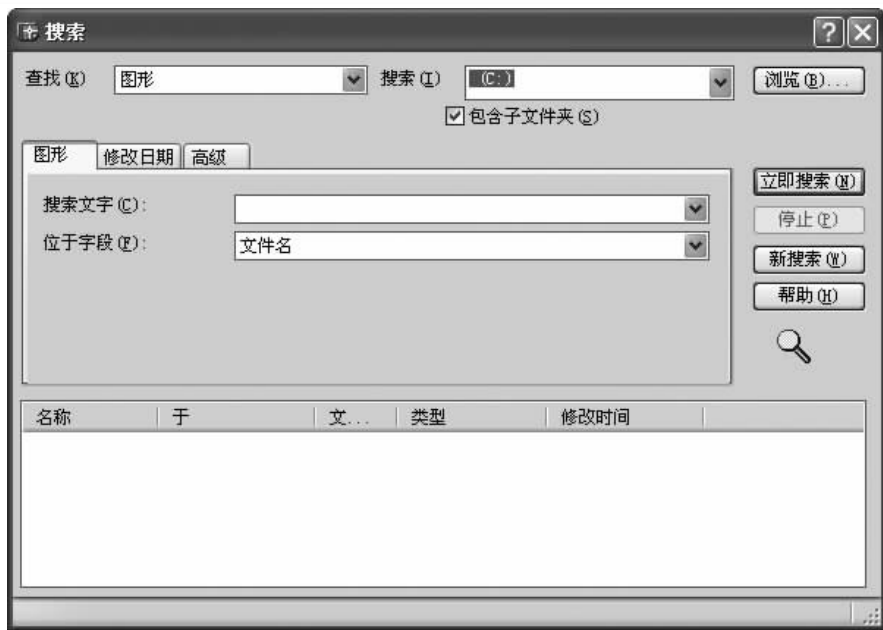

图 11-10 【搜索】对话框
(1) 单击工具栏中的【搜索】按钮，或在控制板上右击，在弹出的快捷菜单中选择【搜索】命令，可弹出【搜索】对话框，如图 11-10 所示。